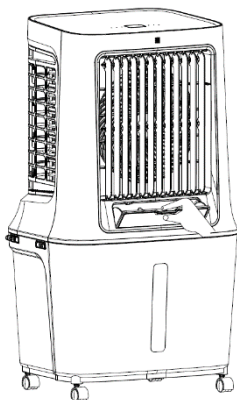

Fig. 1
1. Aprire il bocchettone di riempimento dell'acqua e versare lentamente l'acqua nel serbatoio dell'acqua (vedi figure 1 e 2).